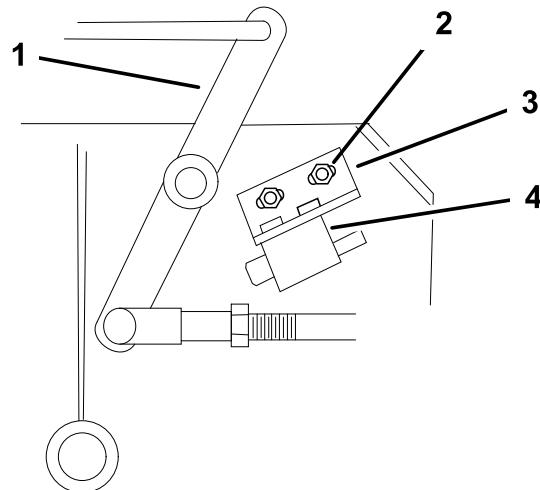

Figura 49
4. Se necessario, regolate il microinterruttore di sicurezza delle lame allentando i bulloni che fissano la staffa del microinterruttore (Figura 49).
Nota: Accertatevi che la leva a squadra **non** tocchi il corpo del microinterruttore, altrimenti il microinterruttore potrebbe subire danni (Figura 49).